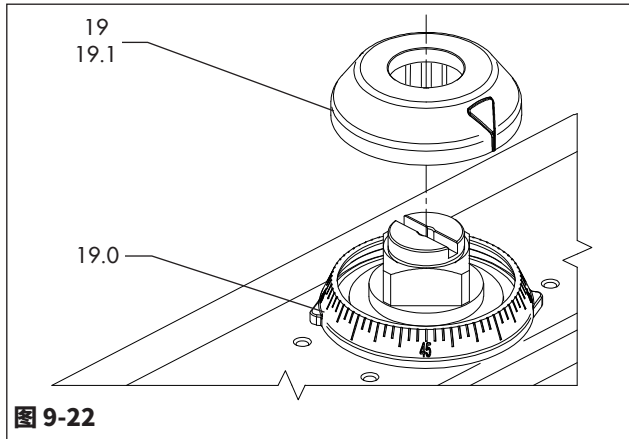
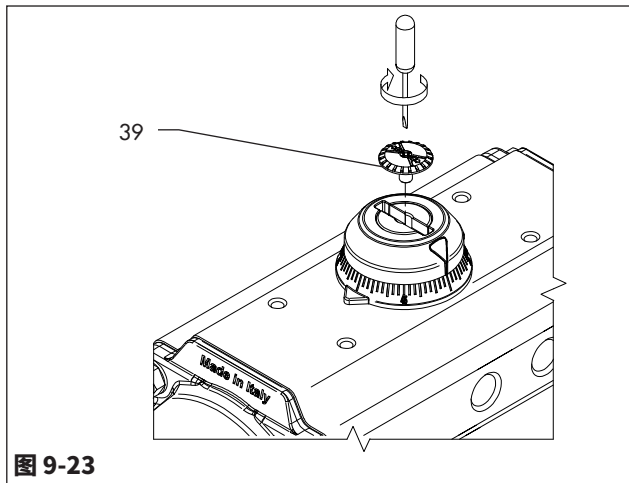

图 9-22
图 9-23
请参阅图9-1、图9-22和图9-23。
- 紧固指示器螺钉 (39) (如有)。(图9-23)